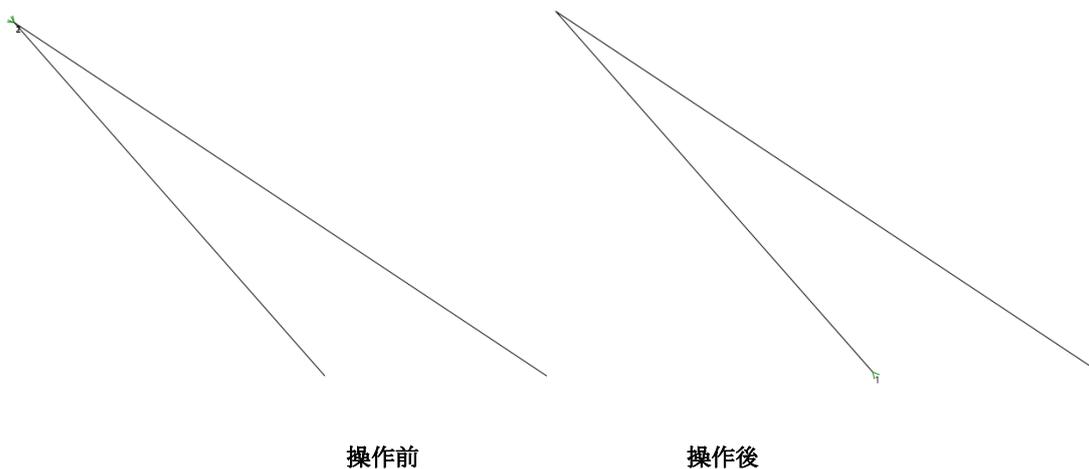

図 5.3.8c 線接続の操作方法
②「接続」ボタンをクリックすると、2 本の線が 1 つの図形に接続されます。具体的な操作は図 5.3.8c の通りです。